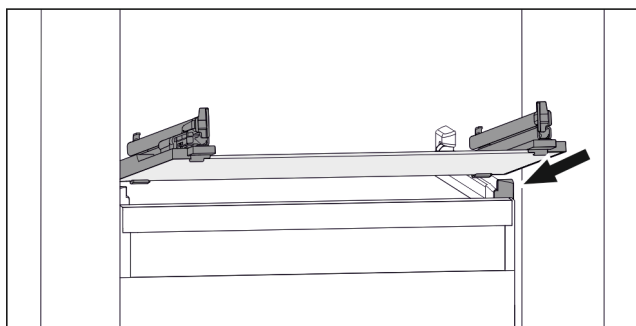

Fig. 44 Rappresentazione esemplificativa del ripiano in vetro
- ▶ Applicare il ripiano in vetro obliquamente dietro i fermi. (vedere Fig. 44)